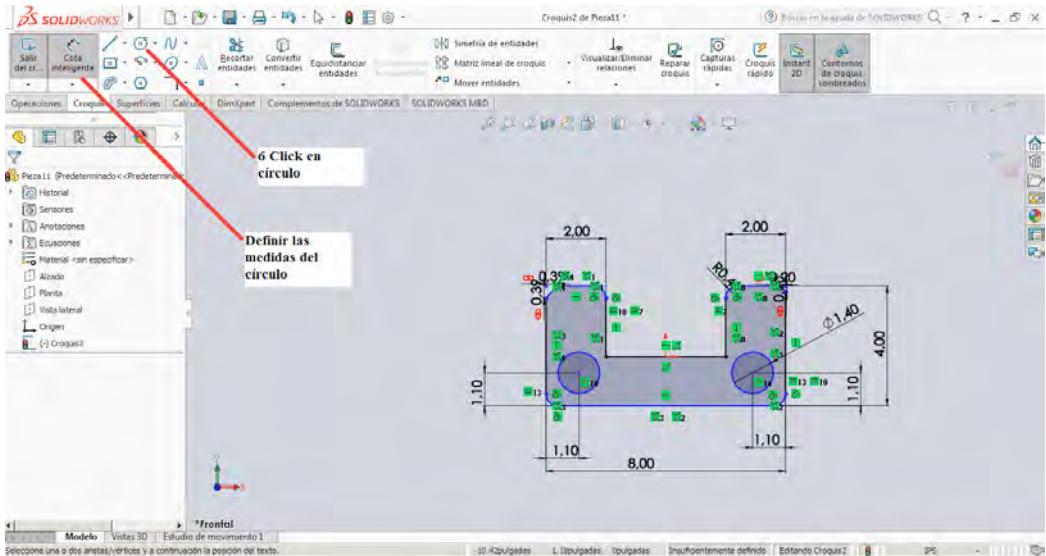

Figura 2-37
6. Con los redondeos y chaflanes realizados se procede a realizar click en **Círculo** dibujando dos círculos en el croquis como se muestra en la figura 2-37, realizando las medidas con la herramienta **Cota Inteligente**.